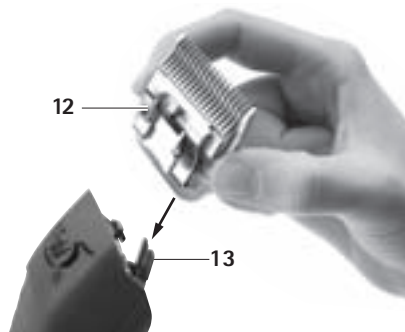

Fig. 2
- Inserire la testa di tosatura 12 sulla cerniera delle lame 13 aperta, vedere Fig. 2.
- Spingere leggermente la testa di tosatura 12 nella direzione della tosatrice FAV5, vedere Fig. 2. La testa di tosatura 12 scatta in posizione con un rumore percettibile.